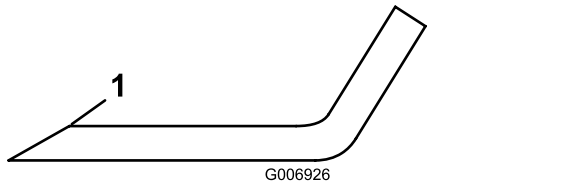

図 73
3. 全部のブレードの切っ先を丁寧に点検する。切っ先が鈍くなっていたり欠けていたりした場合には研磨する。研磨は刃先の上面だけに行い、刃の元々の角度を変えないように十分注意する 図 73。ブレードの左右を均等に削れば、バランスを狂わすことなく研磨を行うことができる。